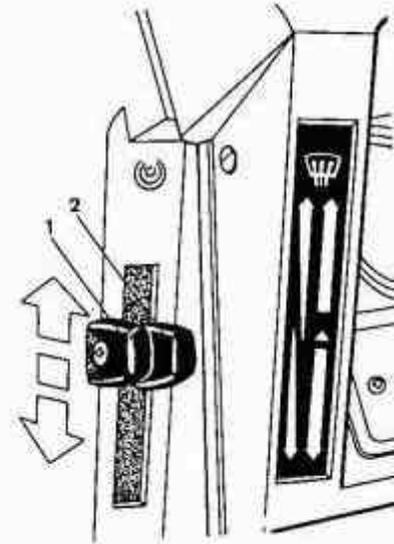

Fig. 50. Palancas de selección de aire caliente o ambiental y de canalización.
Palanca selectora de aire caliente o ambiental (1) (Fig. 50)
Palanca de canalización de aire (2) (Fig. 50)
- * Desplazándola hacia el tercio central de la escala conecta la primera velocidad del ventilador, forzando así la entrada de aire (caliente o ambiental), según esté situada la palanca (Fig. 50).
- * Colocándola en la posición inferior conecta la 2.ª velocidad del ventilador, consiguiendo así el mayor flujo de aire forzado (caliente o ambiental), según esté situada la palanca (Fig. 50).